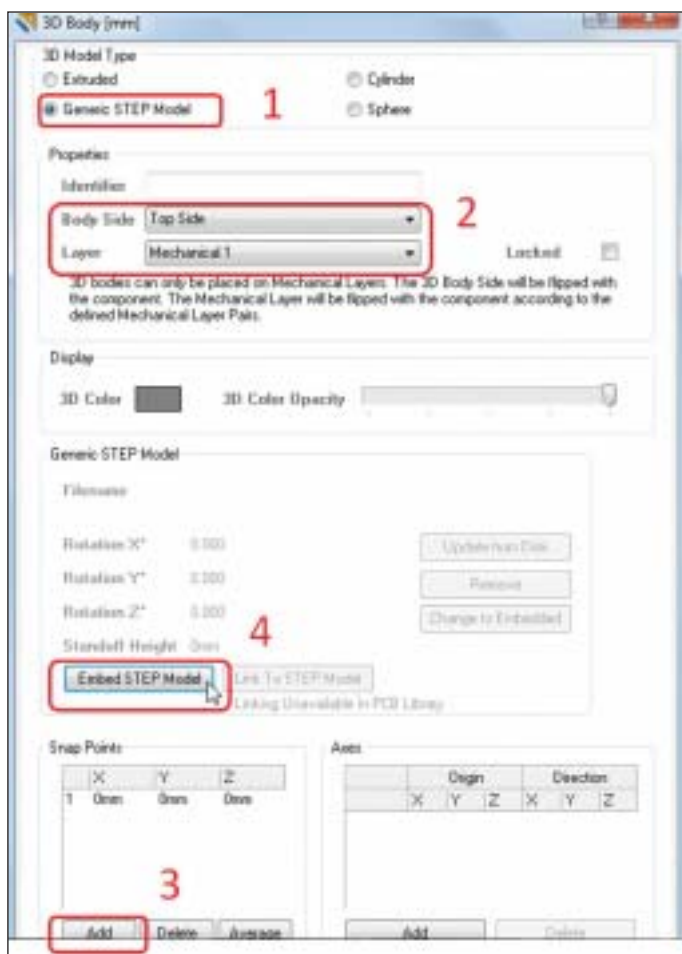

Рис. 28. Добавление STEP-модели
8. В диалоговом окне *3D Body* (рис. 28) установите следующие опции: